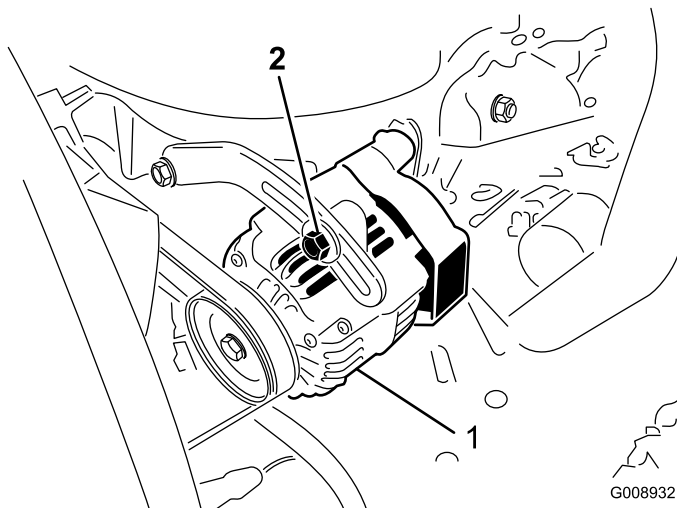

Figura 54
Compruebe la condición y la tensión de las correas (Figura 54) cada 100 horas de operación.
2. Si la desviación no es de 10 mm, afloje los pernos de montaje del alternador (Figura 54). Aumente o reduzca la tensión de la correa del alternador y apriete los pernos. Verifique de nuevo la desviación de la correa para asegurarse de que la tensión es la correcta.